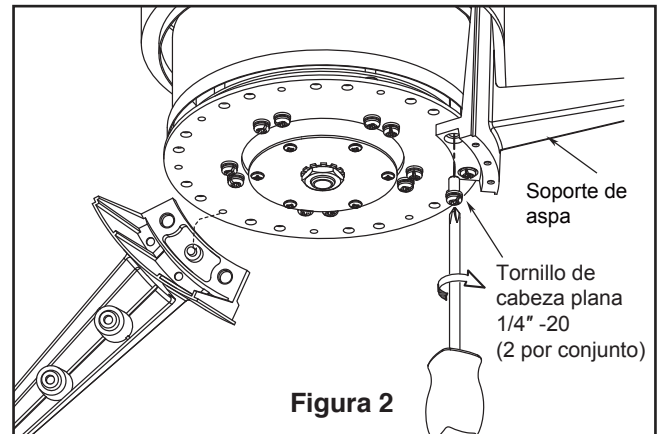

Figura 2
2. Coloque y ajuste firmemente la cubierta para el tornillo de la base sobre los tornillos de reborde de la abrazadera para colgar mediante el mecanismo de seguro por giro del chavetero. (Figura 2)
2. Fije los soportes de aspas al volante mediante los tornillos de 1/4"-20 el puesto en la necesidad de soporte de la asa para alinear el agujero entre el 1/4"-20 a través de los orificios ubicados al costado del volante. (Figura 2)
2. Extraiga los tres tornillos de la unidad de la placa de luz. Instale la ensamble de kit de luz en al unidad de la placa de luz utilizando los tornillos retirados previamente. (Figura 2)
2. Restablezca la fuente de alimentación de la toma de corriente encendiendo la electricidad del fusible principal. (Figura 2)